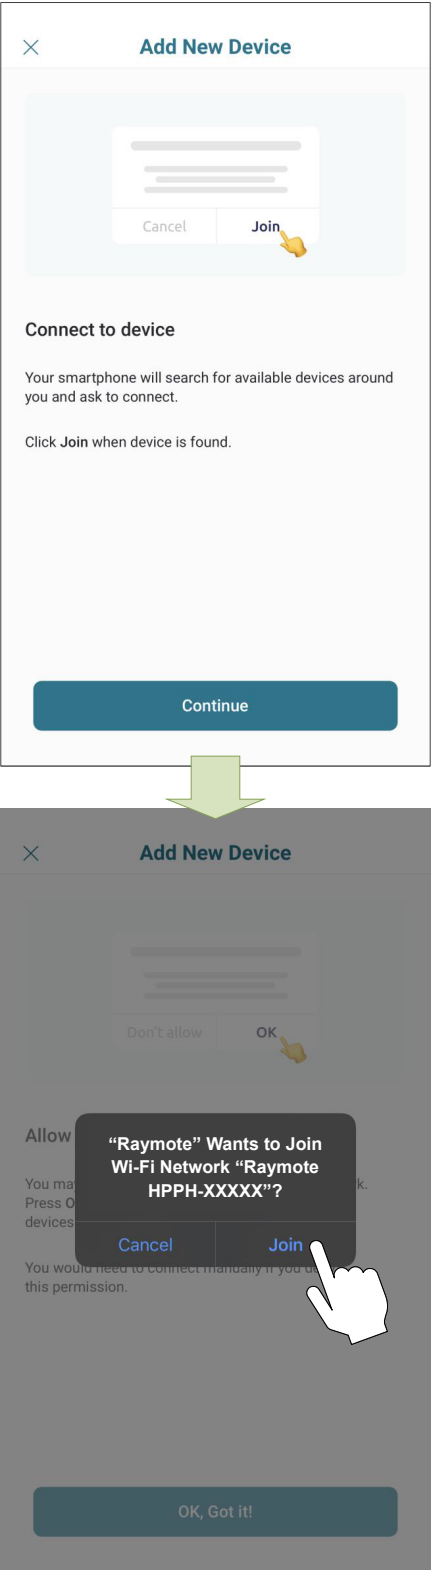

Figure 85. Connexion avec un téléphone mobile iPhone
**Sur iPhone:** L'application Raymote recherche les appareils de chauffage à proximité. Si plusieurs appareils sont prêts à être connectés, rapprochez-vous de l'appareil que vous souhaitez connecter en premier. Appuyez sur « Join » (Rejoindre) pour sélectionner l'appareil qui correspond à l'identifiant de réseau, ou appuyez sur « Cancel » (Annuler) pour recommencer le processus. Voir **Figure 85**.